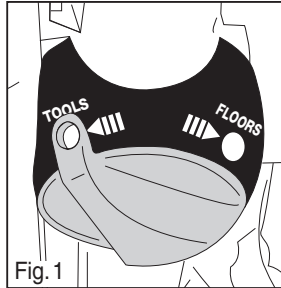

Fig. 1
- Tournez le bouton de sélection de voie d'air à « tools » (accessoires) (Fig. 1).